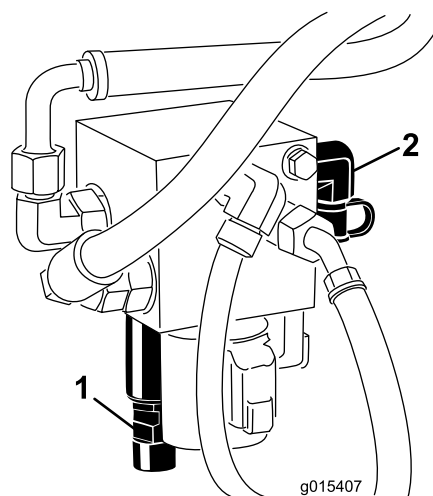

Figure 14
- Raccordez un manomètre à la prise d'essai derrière le collecteur de relevage (Figure 14).
- Sur l'avant du collecteur de relevage, déposez le bouchon du tiroir d'équilibrage de collecteur (Figure 14).
5. Desserrez l'écrou de blocage au bas du tiroir d'équilibrage (Figure 14).